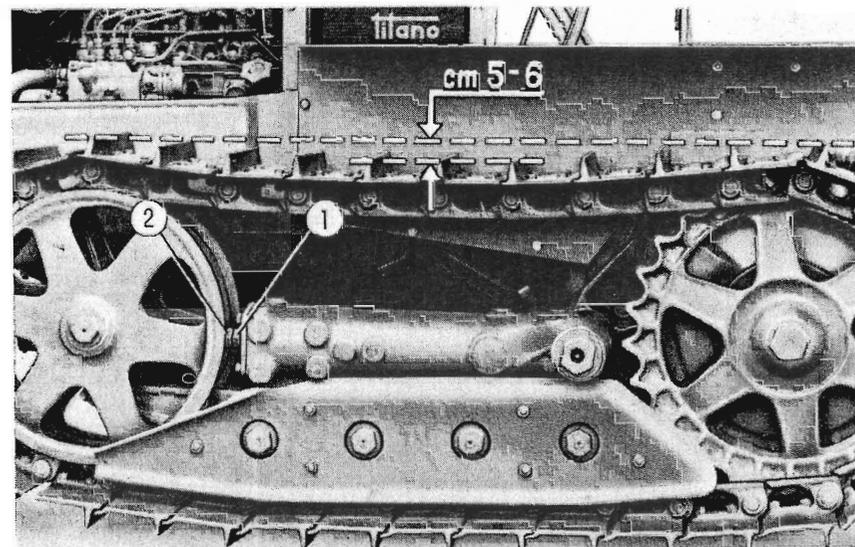

Fig. 16. - Registrazione della tensione cingoli.
**Registrazione dei cingoli** (operazione n. 30 della tavola): quando la flessione delle catene, misurata nel punto intermedio, supera i 5-6 cm procedere alla registrazione nel modo seguente (vedi fig. 16):